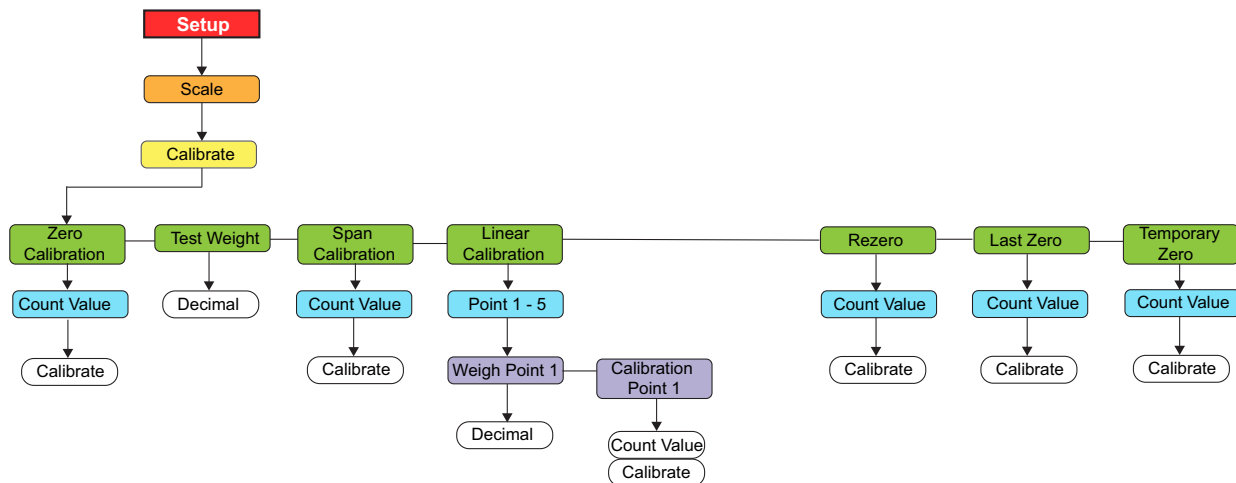

Figure 4-1. Menu Calibration (Étalonnage)
1. Mettez l'indicateur en mode configuration, voir la Figure 3-1, page 31, (ou utilisez la touche  si l'audit métrologique est activé) et parcourez le menu jusqu'à **Calibrate** (Étalonner) (Figure 4-1, page 55).